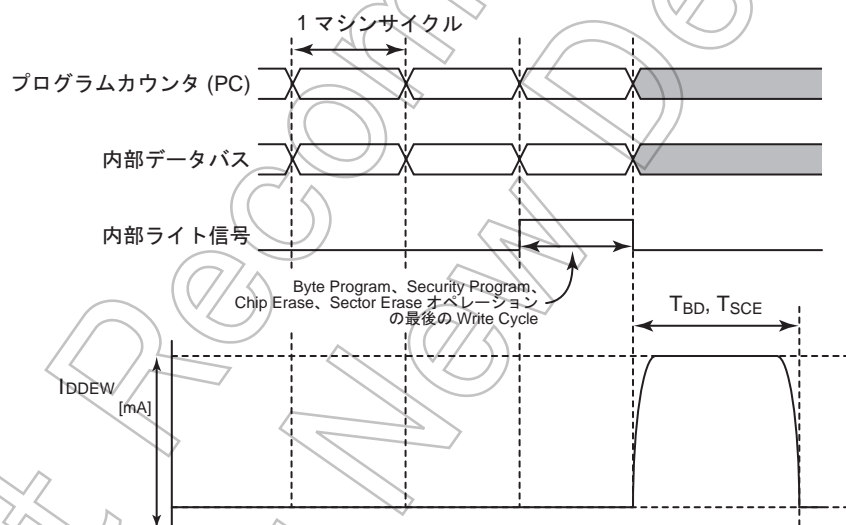

図 22-2 フラッシュメモリの消去、書き込み時の電流
- 注 7) フラッシュメモリに対して、書き込み、消去、あるいはセキュリティプログラムを行うと、瞬時的に図 22-2 のようなピーク電流が流れます。